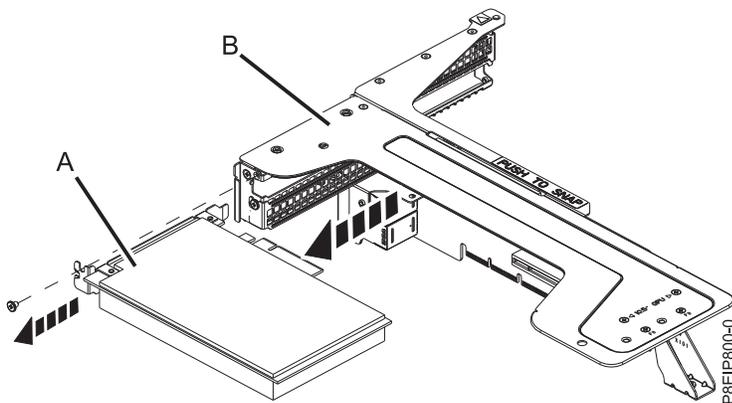

Figura 40. Removendo um adaptador da posição 3 do riser
- g. Desconecte um adaptador (A) na posição 3 do riser do adaptador PCIe (B) conforme mostrado na Figura 40.